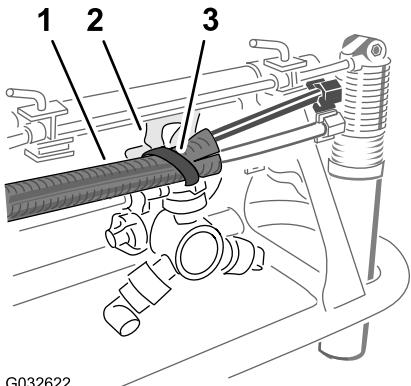

图25
5. 如 图25 所示用扎带将管子总成固定到喷嘴支架的孔中。